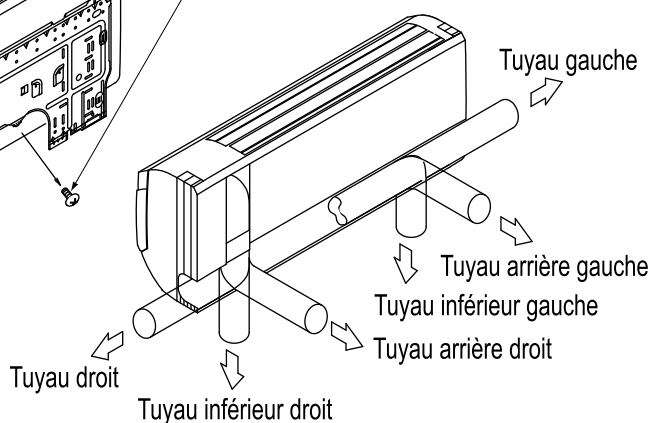
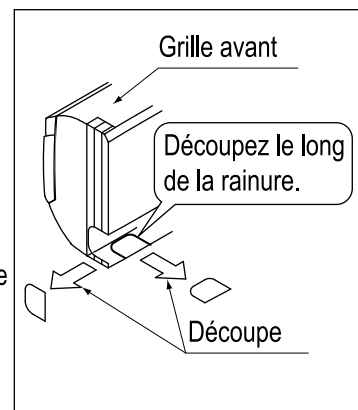

Fig. 4
Fig. 5
(2) Ouvrez le trou de passage pour la tuyauterie.
- Le passage des tuyaux de fluide frigorigique et d'évacuation peut être effectué de l'une des 6 manières suivantes: par la gauche, par la partie inférieure gauche, par la partie arrière gauche, par la droite, par la partie inférieure droite et par la partie arrière droite (**reportez-vous à la fig. 4**).
- En vous reportant au coup de pointe sur le panneau d'installation (1), sélectionnez l'emplacement de sortie de la tuyauterie et percez un trou de passage ($\phi 80$) dans le mur. Percez le trou de manière à ce qu'il présente une pente pour la tuyauterie d'évacuation (reportez-vous au chapitre "7. TRAVAUX DE TUYAUTERIE D'ÉVACUATION").
(3) Si vous faites passer les tuyaux par la gauche, par la partie inférieure gauche, par la droite ou par la partie inférieure droite, percez le trou de passage de la tuyauterie dans la grille avant, à l'aide d'un couteau à lame rétractable, par exemple. (Reportez-vous à la Fig. 5)